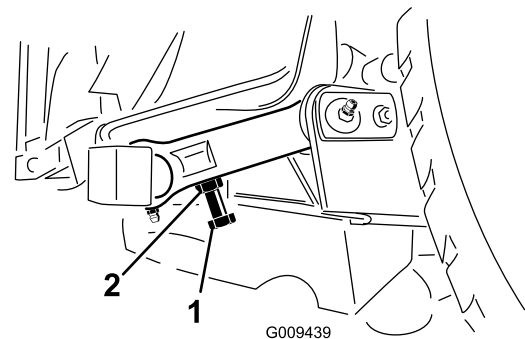

Bild 32
3. Sie können den Abstand mit der Einstellschraube am hinteren Gelenkverbindungssteil der Schneideinheit einstellen (Bild 32).